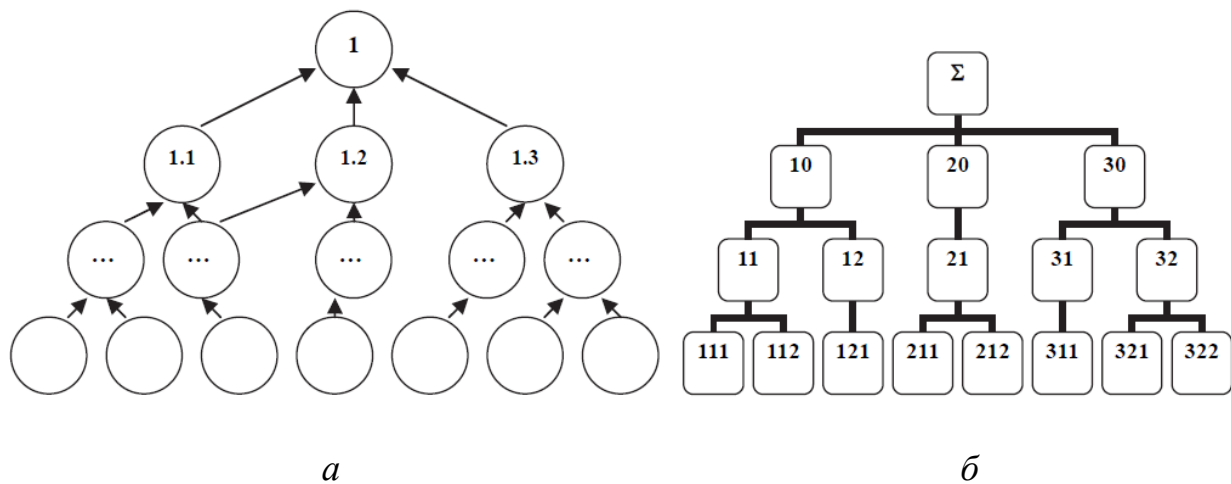

Рис. 3.3. Дерево цілей (а) і Дерево робіт (б)
I. *Дерево цілей* – це схематичне зображення розбиття головної мети проекту на підцілі наступного рівня, яке відображає підпорядкованість елементів та їх взаємозв'язки. Кожна мета верхнього рівня повинна бути подана цілями нижчого рівня вичерпним чином (рис. 3.3.a).